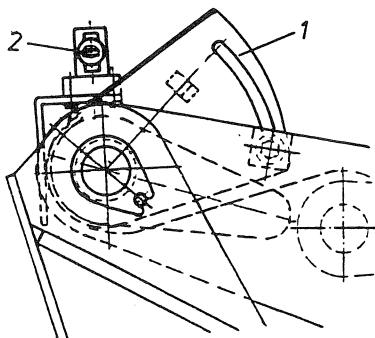

Bild 12
Die gewünschte Hubhöhe wird mit der Schaltkulisse (Bild 12/1) eingestellt.
- Sechskantschraube der Schaltkulisse (Bild 12/1) lösen und Schaltkulisse verdrehen bis der Schieber des Ventiles (Bild 12/2) eingedrückt ist,
The requested lifting height is adjusted by means of a trip cam (Fig. 12/1).
- Unscrew hexagon bolt of the trip cam (Fig. 12/1) and shift the trip cam until the slide of the valve (Fig. 12/2) is impressed.
Régler la hauteur désirée à l'aide de la coulisse de réglage (fig. 12/1).
- Desserrer le boulon hexagonal de la coulisse de réglage (fig. 12/1) et tourner la coulisse jusqu'à ce que l'obturateur de la soupape (fig. 12/2) soit enfoncé.